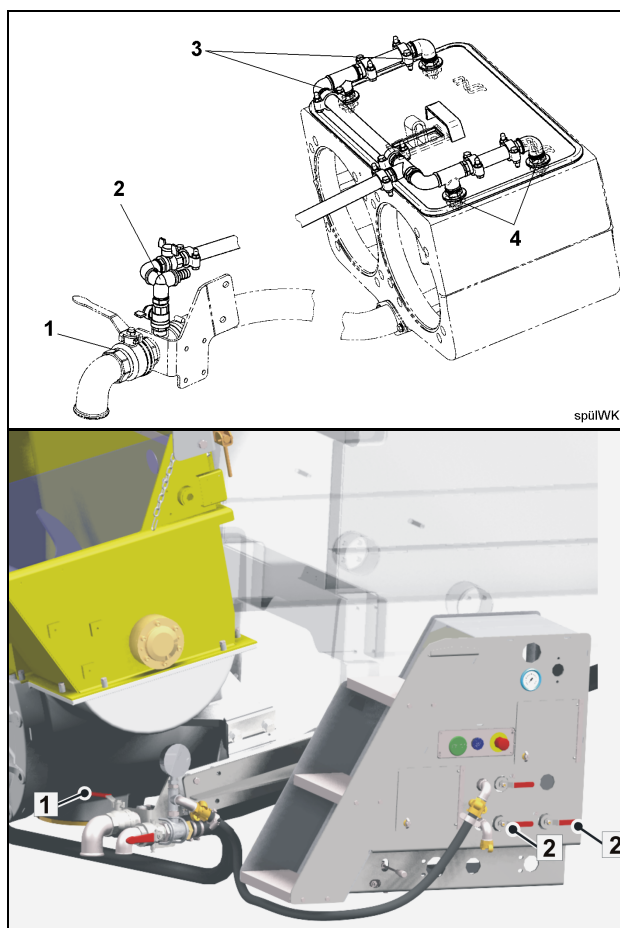

Fig. 1
- Abra el grifo de purga 1 (Fig. 1) del depósito de agua en la parte trasera de la máquina.